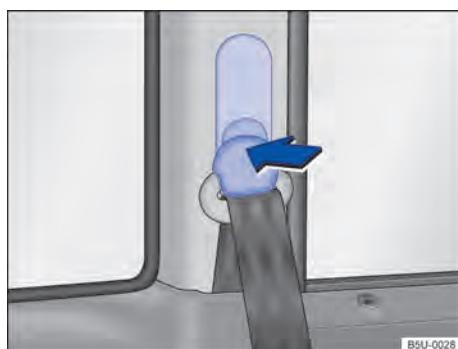

Fig. 62 Ao lado dos bancos: regulagem de altura do cinto de segurança.
- Pressionar o dispositivo regulador no sentido da seta e mantê-lo pressionado → **Fig. 62.**